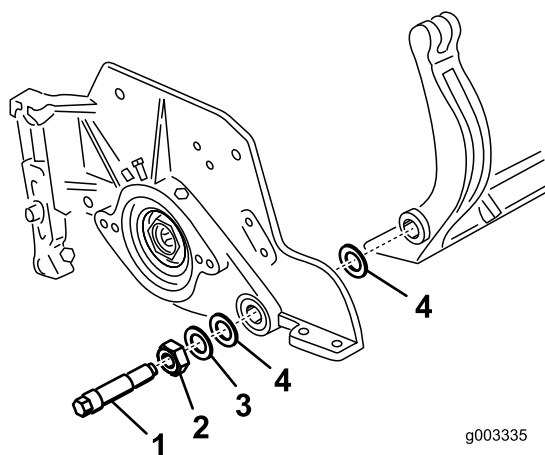

Figura 25
Guarde as duas anilhas de nylon e anilha de aço de cada uma das extremidades da barra de apoio (**Figura 25**).
3. Coloque uma anilha de nylon de cada lado da placa lateral. Coloque uma anilha de aço no exterior de cada uma das arruelas de nylon (Figura 25).